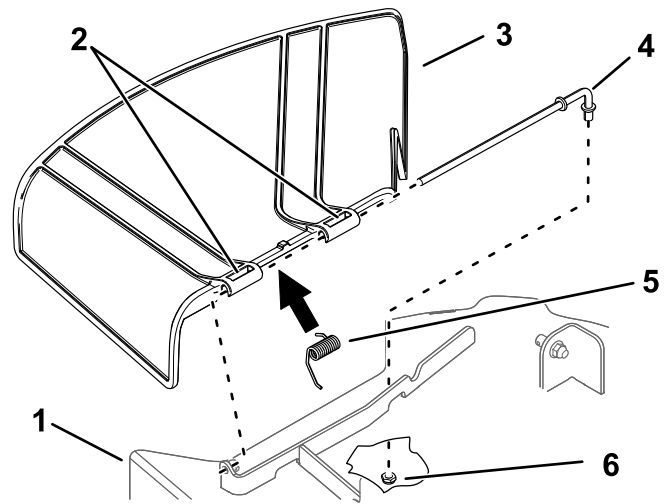

Figure 62
1. Retirez l'écrou ($\frac{3}{8}$ po) de la tige, sous le tablier de coupe (Figure 62).
2. Sortez la tige de la courte cheville de positionnement, du ressort et du déflecteur d'herbe (Figure 62).
4. Montez le nouveau déflecteur d'herbe (Figure 62).
7. Insérez la tige dans le deuxième support du déflecteur d'herbe (Figure 62).
9. Fixez l'extrémité arrière de la tige dans le tablier de coupe à l'aide d'un écrou ($\frac{3}{8}$ po), comme montré à la Figure 62.